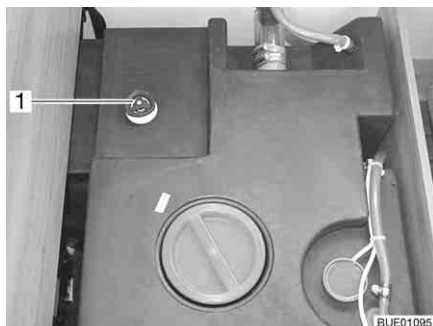

Bild 202 Wassertank mit Drehgriff
- Auf dem Wassertank den Drehgriff (Bild 202,1) im Uhrzeigersinn bis zum Anschlag drehen.
- Auf dem Wassertank den Drehgriff (Bild 202,1) entgegen dem Uhrzeigersinn bis zum Widerstand drehen. Das Wasser läuft bis auf 60 Liter aus.